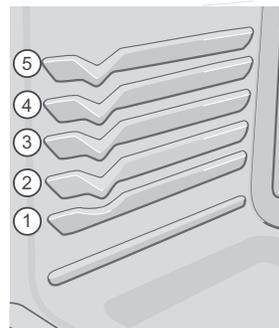

Figure 3 : Positions des grilles
- Pour obtenir de meilleurs résultats lorsque vous utilisez deux grilles pour la cuisson de gâteaux, placez ces dernières aux positions 2 et 4 (voir Figure 3).